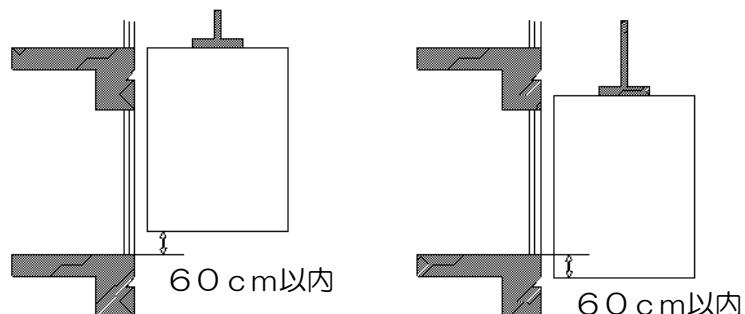

図 8-4：かご床と乗場床が上下60cm以内の場合
- ① エレベーターが停止していると思われる階の乗場ドアを解除キーにて開ける。転落の恐れがありますので、最初は10cm程度開けてかごの位置を確認してください。
- ② 乗場ドアとかごドアが一緒に開く場合は作業手順5へ進む。
- ③ 乗場ドアとかごドアが一緒に開かない場合は、かご床と乗場床の段差がどれ位か調べます。
- ※ かご床と乗場床が上下60cm以内の場合は作業手順5へ進む (図8-4参照)